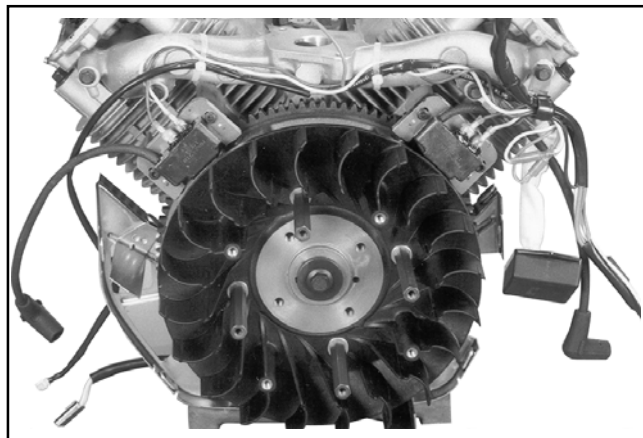

Figura 8-6. Impianto di accensione a scarica capacitiva con anticipo scintilla.
I motori dotati di SMART-SPARK™ utilizzano un impianto di accensione elettronico a scarica capacitiva con anticipo scintilla elettronico. Un'applicazione tipica (Figura 8-6) è costituita dai seguenti componenti:
- Due moduli elettronici a scarica capacitiva montati sul carter del motore (Figura 8-6).